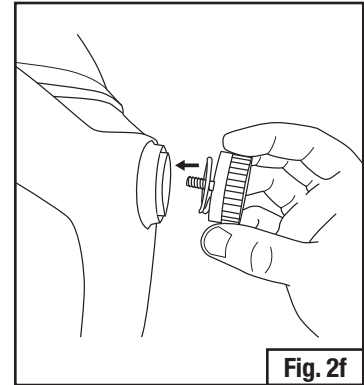

Fig. 2f
- Sostén la careta y la protección de la cabeza en su lugar, y ajusta la careta de soldadura sobre la leva y los postes de los pivotes. Asegura cada lado de la careta de soldadura atornillando una perilla accionada por resorte en una leva y un poste de pivote a cada lado de la careta de soldadura (Fig. 2f).